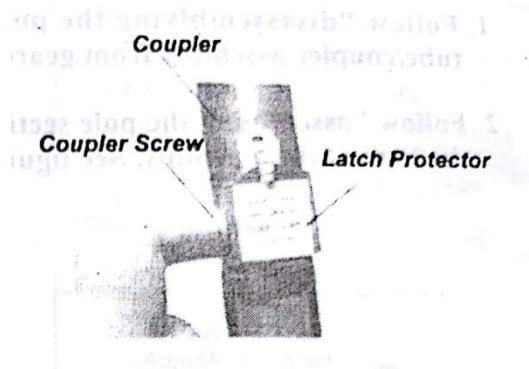

Figura 13
4. Cuando las dos mitades del tubo están bloqueadas, deslice el protector del pestillo en la ranura del pestillo, luego ajuste el tornillo del acoplador. Vea figura 13